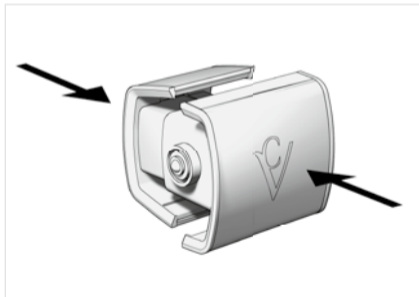

Abb. 01 Uhrensperre.
1. Ziehen Sie die Uhrensperre mit Daumen und Zeigefinger aus der Halterung Ihres Chronovision One und drücken Sie sie zusammen (s. Abb. 01).